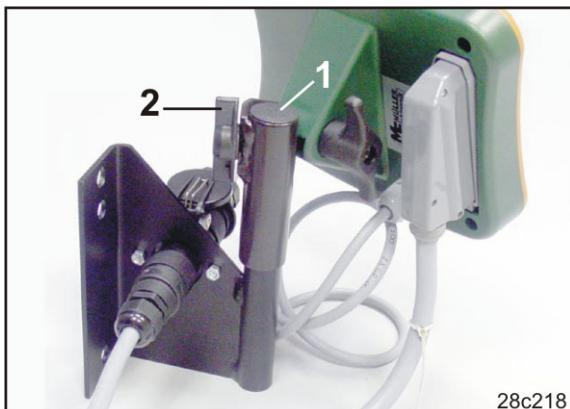

Рис. 18
- Наденьте сопряженную деталь (Рис. 18/1) на консоль и зажмите ее барабашковым винтом (Рис. 18/2).